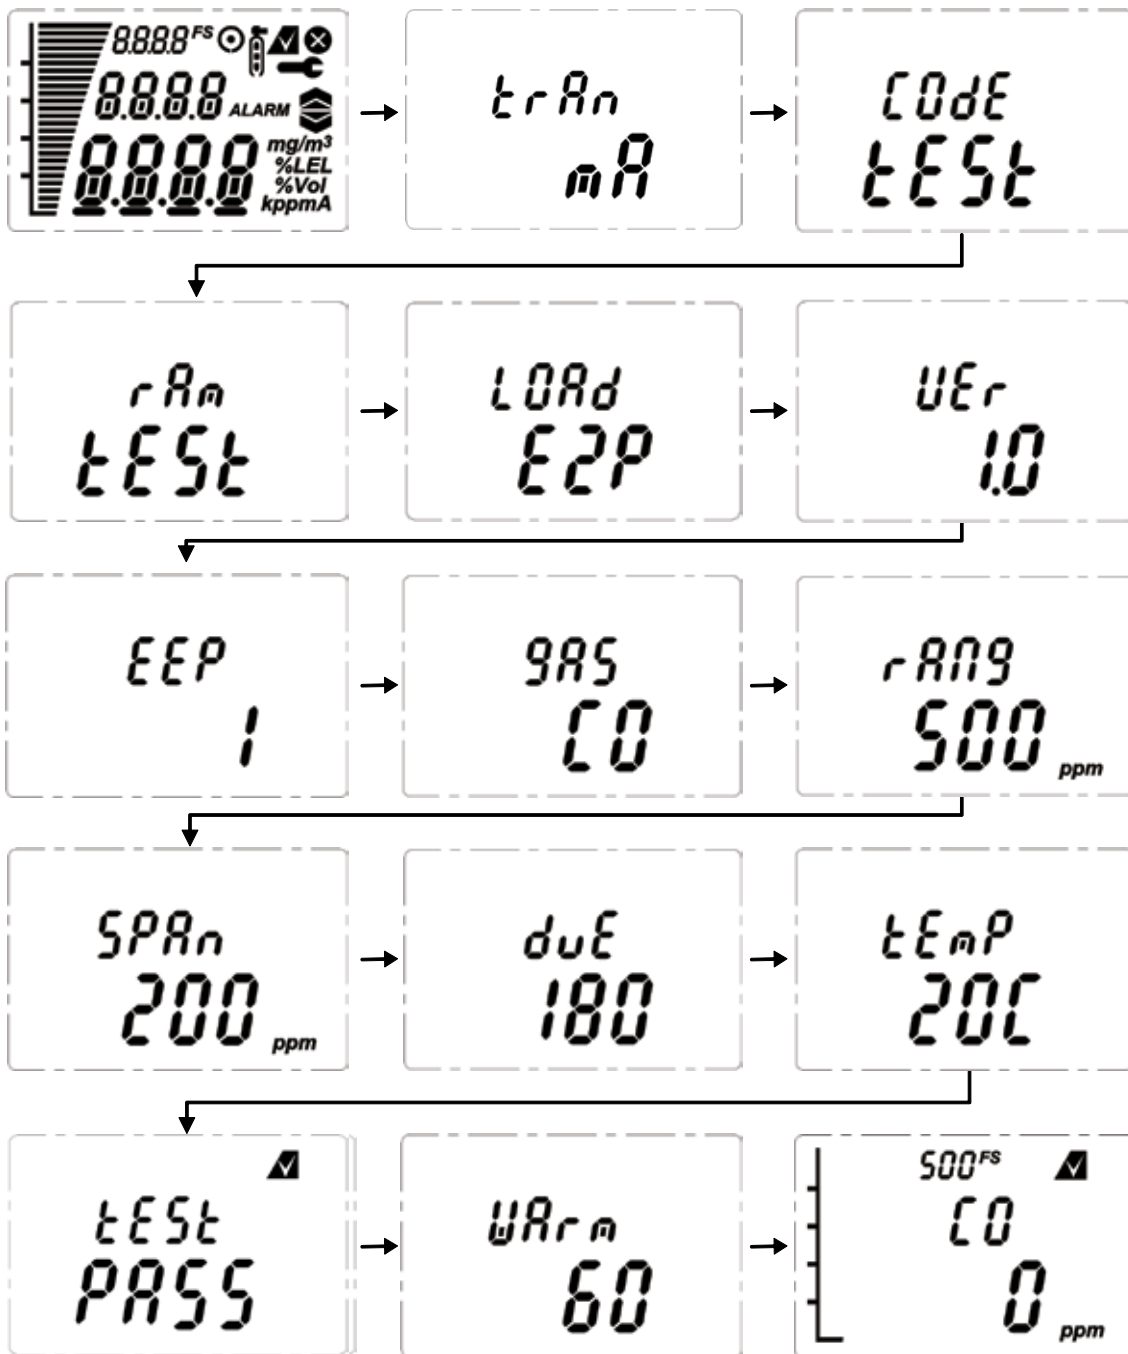

Figura 14: procedura normale di avviamento (per la versione con sensore di CO)
10. Viene quindi visualizzata una sequenza di avviamento, simile a quella mostrata nella figura 14.
Per una descrizione completa di ogni schermata illustrata alla figura 14, consultare la sezione 13.3 Modalità di verifica di questo manuale.